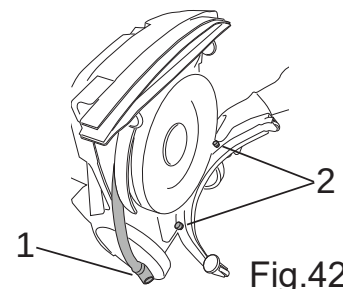

Fig.42
- Débrancher le tuyau d'aspiration du suceur (Fig.42-Rep.1).
- Dévisser les molettes (Fig.42-Rep.2).